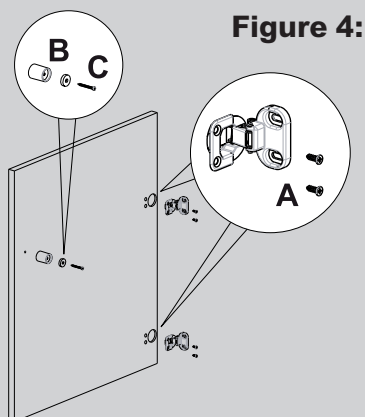

Figure 5:
- Assemblez la plaque (D) sur le côté droit ou gauche, en fonction des exigences d'installation (**figure 5**).
- Placez le support en plastique (E) sous la plaque et fixez-le en place avec la vis (F) (**figure 5**).
- Montez le bouchon encliquetable (G) en bas (**figure 5**).